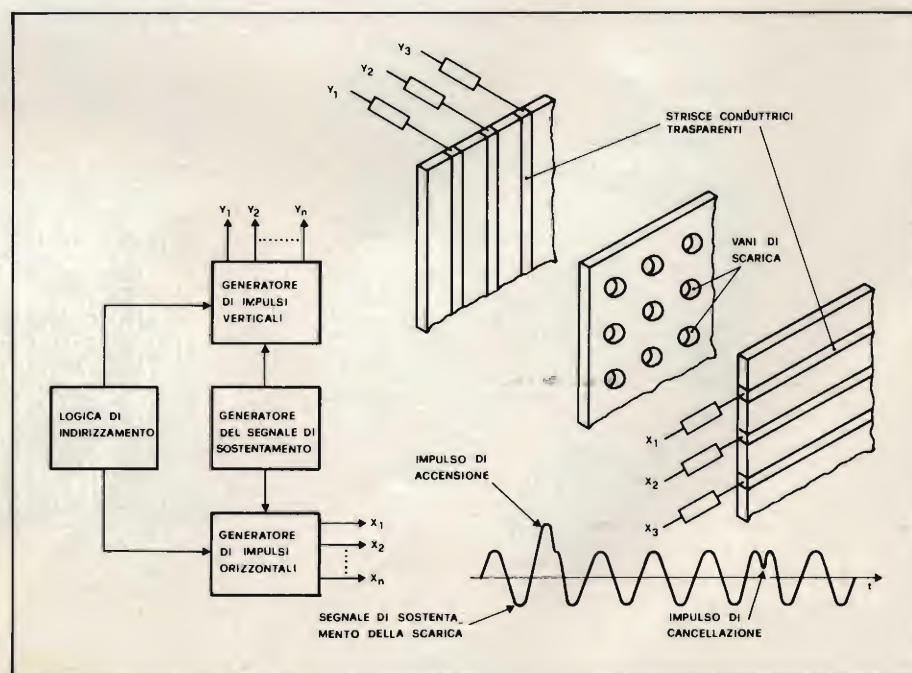

Fig. 1 - Costituzione e funzionamento di un display a plasma del tipo A. C.
**Fig. 1 - Particolare dell'interruttore che, per fornire impulsi di corrente di 150 A di picco, impiega 15 FET MOS di potenza, canale n, collegati in parallelo. In questo interruttore veloce di potenza non occorre impiegare FET selezionati in quanto viene sfruttata la caratteristica di autolimitazione della corrente di drain propria di un dispositivo FET. L'impulso di pilotaggio di questo interruttore ha un tempo di salita di 10 ns, un'ampiezza di 50 V e un ciclo di utilizzazione molto breve (1%).**